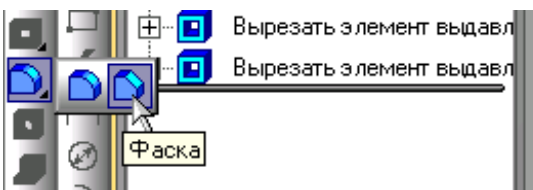
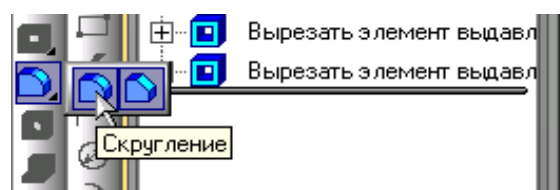
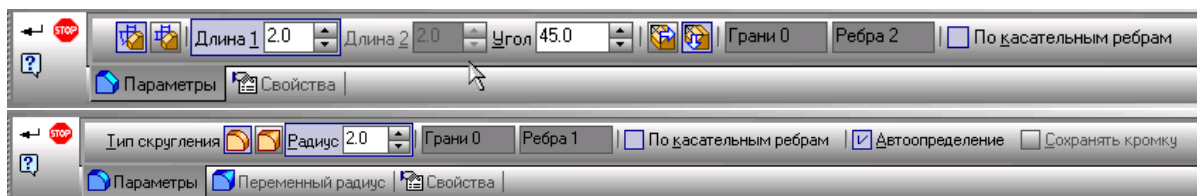

Рис. 3.3.27
Рис. 3.3.28
Рис. 3.3.29
10. Побудова фасок і заокруглень. Для побудови фасок служить інструмент **Фаска** (рис. 3.3.27). Потрібно вказати у вікні деталі ребро або ребра, на яких необхідно побудувати фаску. Потім потрібно вказати параметри побудови фаски – довжину сторони і кут (рис. 3.3.29). Інструмент **Скругление** (рис. 3.3.28) працює аналогічно. Він має один параметр – радіус заокруглення (рис. 3.3.29).